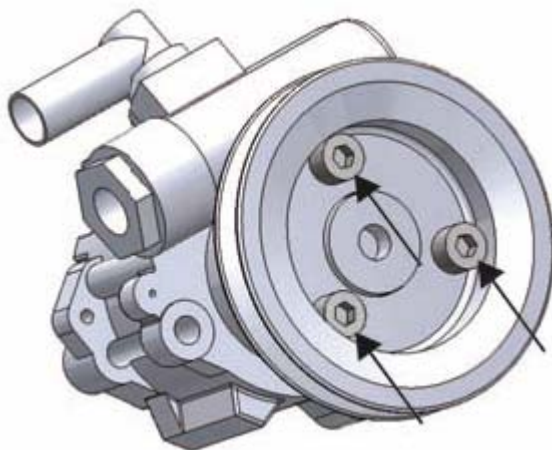

Figura 77. Bulloni di fissaggio della puleggia
2. Svitare i tre bulloni che collegano la puleggia (figura 77).